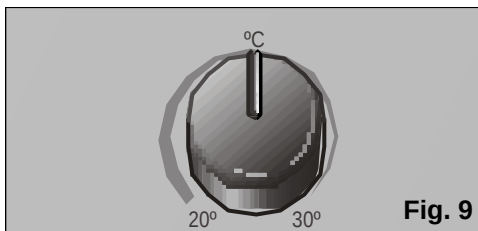

Fig. 9
- ❑ Sett termostaten på ønsket temperatur, **Fig. 9**. Hvis anlegget kobler ut automatisk på grunn av termostaten, må man vente til romtemperaturen stiger 2-3° C før det setter i gang igjen. Anlegget kjøler, renser og avfukter romluften under ett og skaper på denne måten et behagelig innneklima.